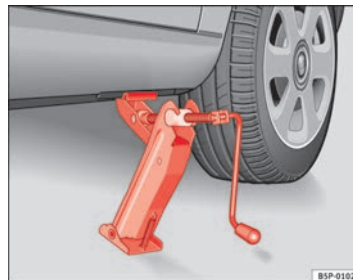

Abb. 180 Wagenheber
- Richten Sie den Wagenheber so aus, dass seine Klaue den Steg des Unterholms umfasst und die bewegliche Grundplatte plan auf dem Boden aufliegt ⇒ Abb. 180.